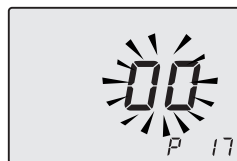

Figura 5.36
- Scorrere i vari parametri utilizzando i tasti 18 o 19 fino a far apparire sul display LCD le lettere **P17** e il valore del parametro, indicanti l'entrata nel "parametro 17" (Figura 5.36).